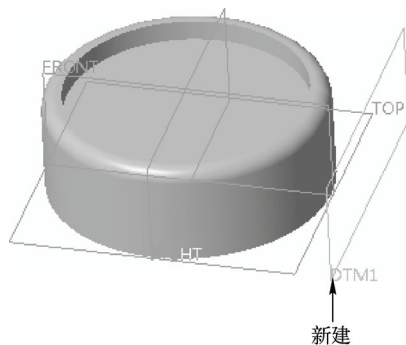

图 17-30 新建 DTM1 平面
STEP 07 单击“模型”选项卡“基准”面板中的“平面”按钮 ，弹出“基准平面”对话框，选择“RIGHT”基准平面作为放置参考，并在“平移”文本框中输入“35”，单击“确定”按钮，此时即可新建一个名为 DTM1 的平面，如图 17-30 所示。